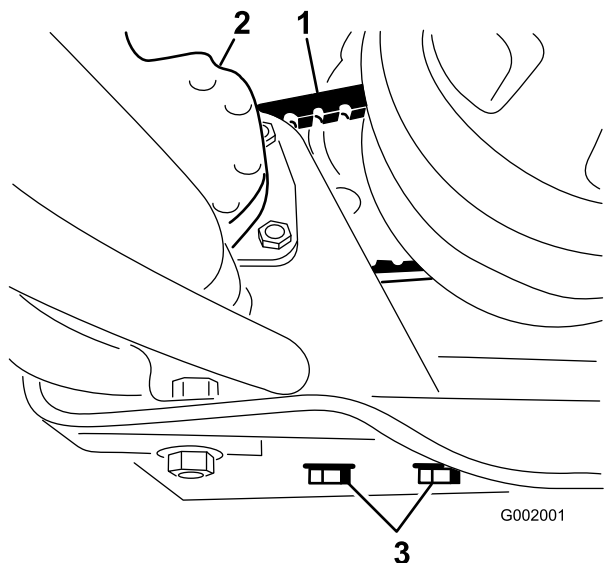

Figura 67
2. Desaperte os parafusos de montagem da bomba de direcção (Figura 67).